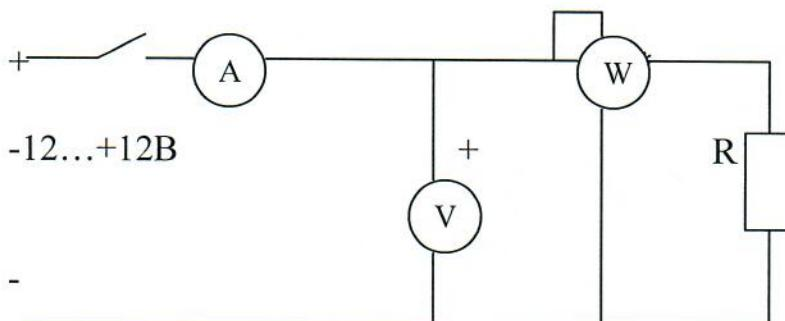
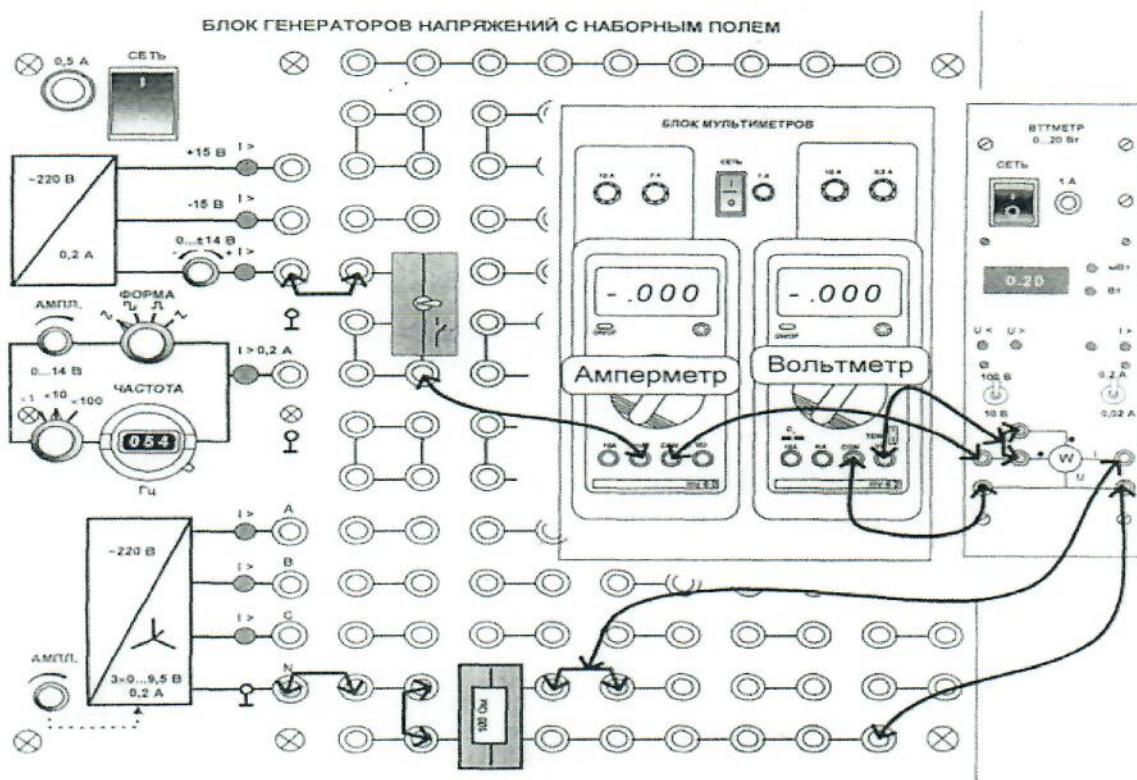

Рисунок 4.1 – Принципиальная схема
Рисунок 4.2 – Монтажная схема
- Соберите цепь в соответствии с принципиальной схемой (рисунок 4.1) и монтажной схемой (рисунок 4.2), установив в наборную панель сопротивление $R_{\text{ном}} = 200$ Ом. Запишите значение сопротивления в таблицу 4.1.